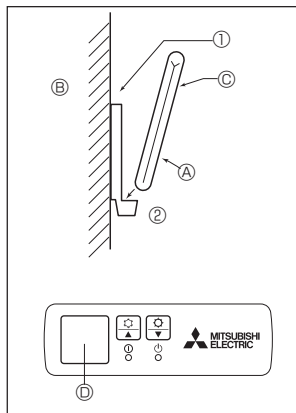
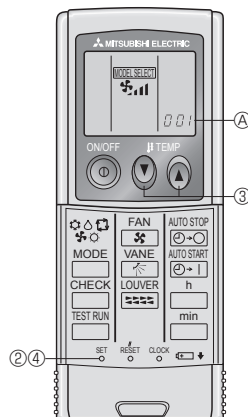

Fig. 6-5
Fig. 6-6
2) Метод установки (Fig. 6-5)
- ① Закрепите держатель пульта дистанционного управления в выбранном Вами месте с помощью двух самонарезающих винтов.
- ② Вставьте низ пульта в держатель.
3) Настройка (Fig. 6-6)
- ① Вставьте батарейки.
- ② Нажмите кнопку SET остроконечным предметом. На дисплее замигает индикация **MODEL SELECT** и высветится No. модели.
- ③ Нажмите кнопку temp **Ⓢ** **Ⓣ**, чтобы настроить No. модели. При неправильном выборе операции нажмите кнопку ON/OFF **Ⓢ** (ВКЛ./ВЫКЛ.) и вновь начните выполнение операции с пункта ②.
- ④ Нажмите кнопку SET остроконечным предметом. На дисплее на три секунды загорится индикация **MODEL SELECT** и No. Модели, которая затем погаснет.